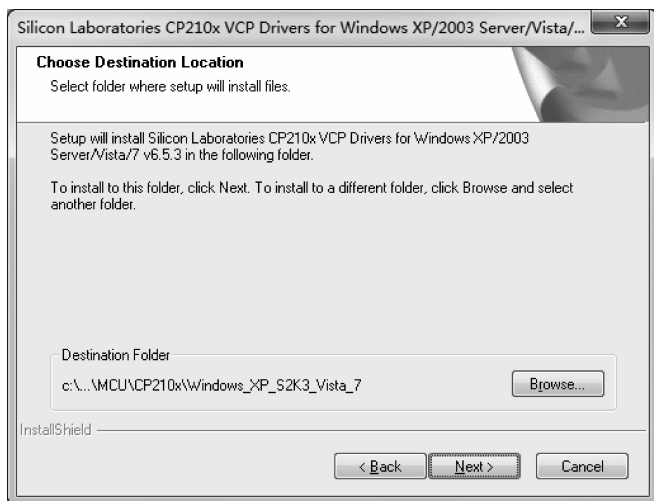

图 1.11 驱动安装界面 4
(4) 单击 Next 按钮,会出现安装路径选项,建议安装在默认位置,并单击 Next 按钮,如图 1.11 所示。